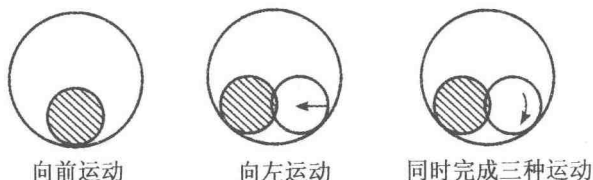

图5 圆孔的锉削方法
(2) 锉圆孔。锉圆孔时, 锉刀要同时完成三种运动, 如图 5 所示。只作前进运动或只作向左移动都锉不好圆孔, 只有同时完成前进运动、左移运动和绕锉刀中心线